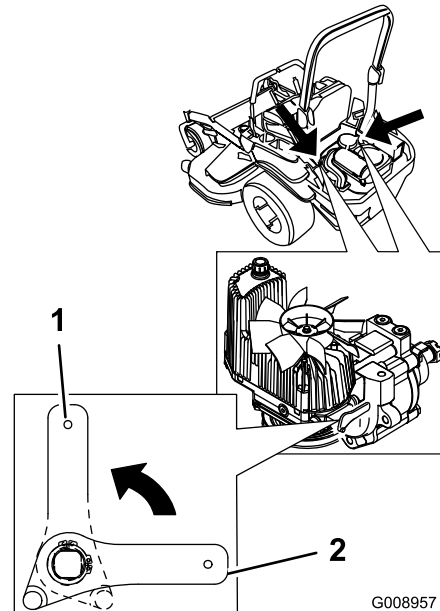

Figura 36
2. Gire las palancas de las válvulas de liberación a la posición vertical para empujar la máquina (Figura 36).
4. Gire las palancas de las válvulas de desvío a la posición horizontal para conducir la máquina (Figura 36).